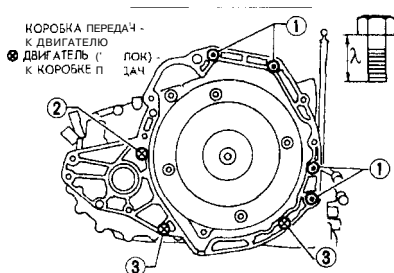

Рис. 6-16.
- Затяните болты крепления коробки передач (рис. 6-16).